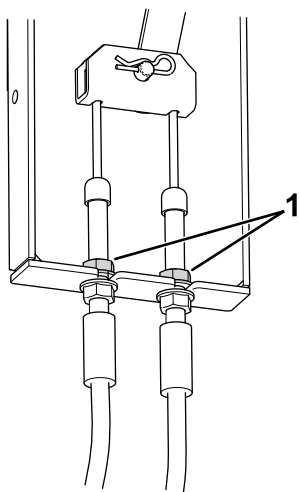

図 72
3. 機体左側、左タイヤ近くにあるブレーキケーブルのマウント **図 72**を探し出す。